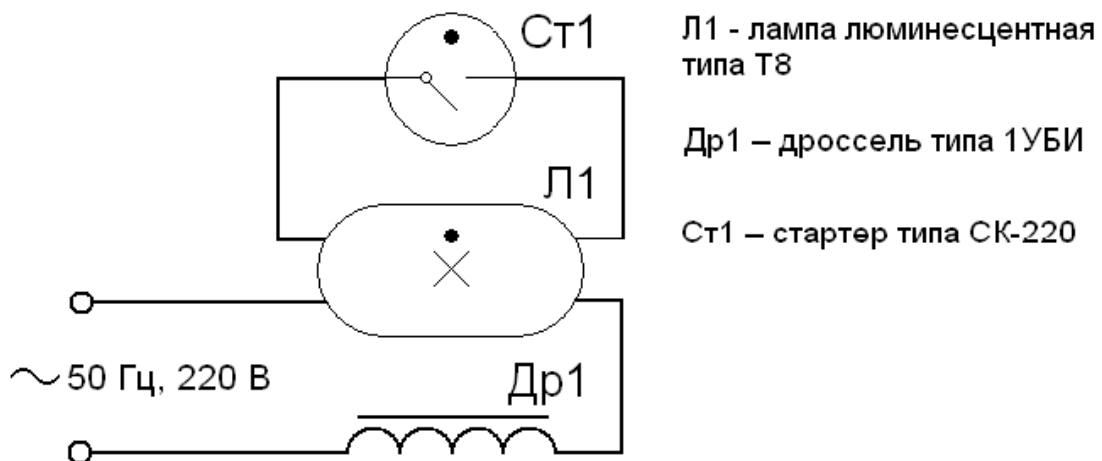

Рис. 2. Принципиальная электрическая схема светильника
4.4. Электрическая схема светильника приведена на рис. 2.